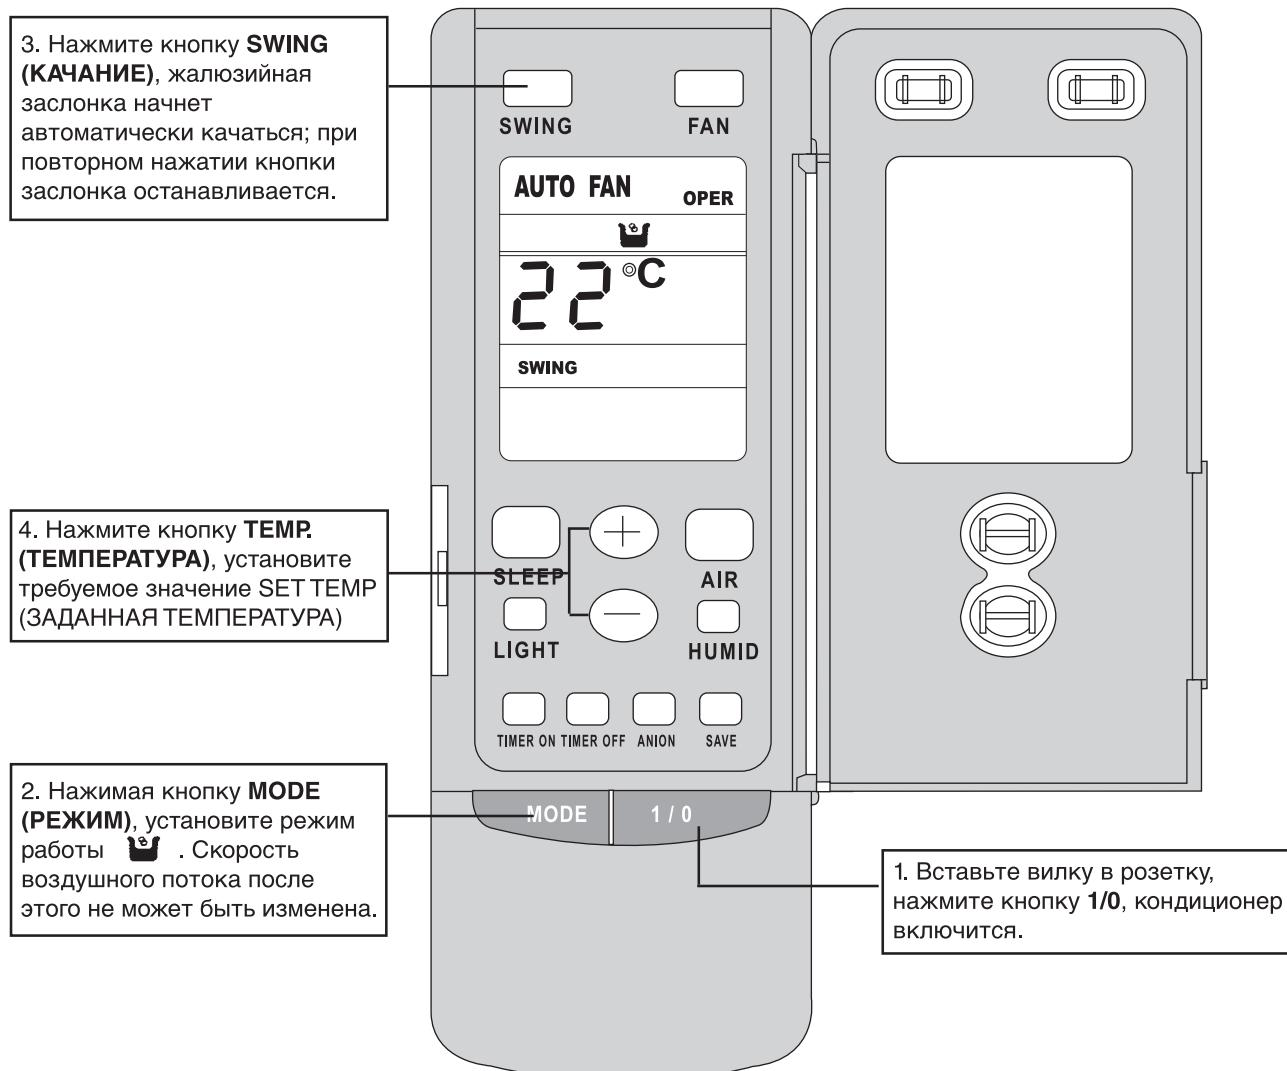

Рис. 7.6.4
e) Работа в режиме ОСУШЕНИЕ (рис. 7.6.4).